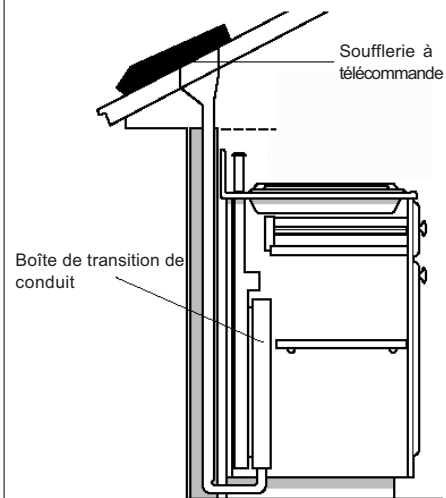

Fig. 3
F. Vérifier les chemins de conduit potentiels et choisir le plus court possible depuis l'appareil au mur extérieur ou au toit par un mur intérieur et le grenier. À des fins d'aide, des installations de conduit typiques sont montrées aux figures 3 à 6. L'installation pour un îlot requiert un conduit sous le plancher. Les emplacements péninsules requièrent habituellement des conduits latéraux par les armoires ou sous la base des armoires. Il faut prendre en considération les interférences potentielles des conduits par la structure de l'édifice (montants de plancher ou mur) et les services utilitaires (câblage électrique, eau, gaz, etc.).
## Figures 3 à 6 sont des exemples de conduits